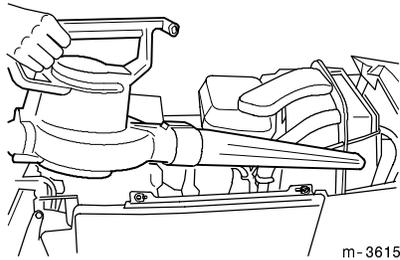

Figure 8
**Important :** Mieux vaut enlever les débris au jet d'air (Fig. 8), plutôt qu'à l'eau. En cas de lavage à l'eau, ne pas mouiller les pièces électriques.